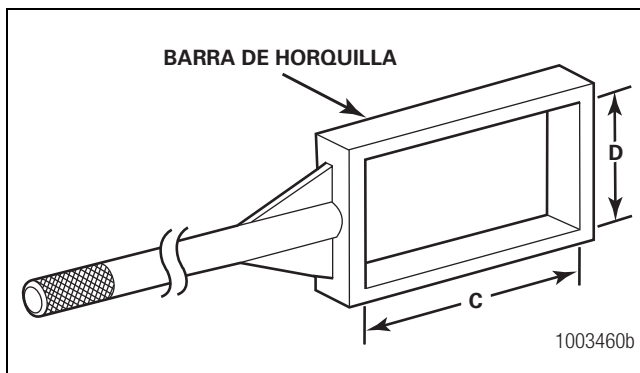

Figura 10.3
2. Calcule las dimensiones C y D de la barra de horquilla, añadiendo de 0.125 a 0.250 de pulgada a las dimensiones A y B de la horquilla. Figura 10.3.
4. Corte una pieza de cuatro pies x 1.25 pulgadas de acero redondo suave para fabricar la manija de la barra de horquilla. Suelde esta pieza por el centro a la sección de la caja. Figura 10.3.
- Para aumentar la rigidez de la barra de horquilla: Suelde dos piezas angulares a la manija. Figura 10.3.